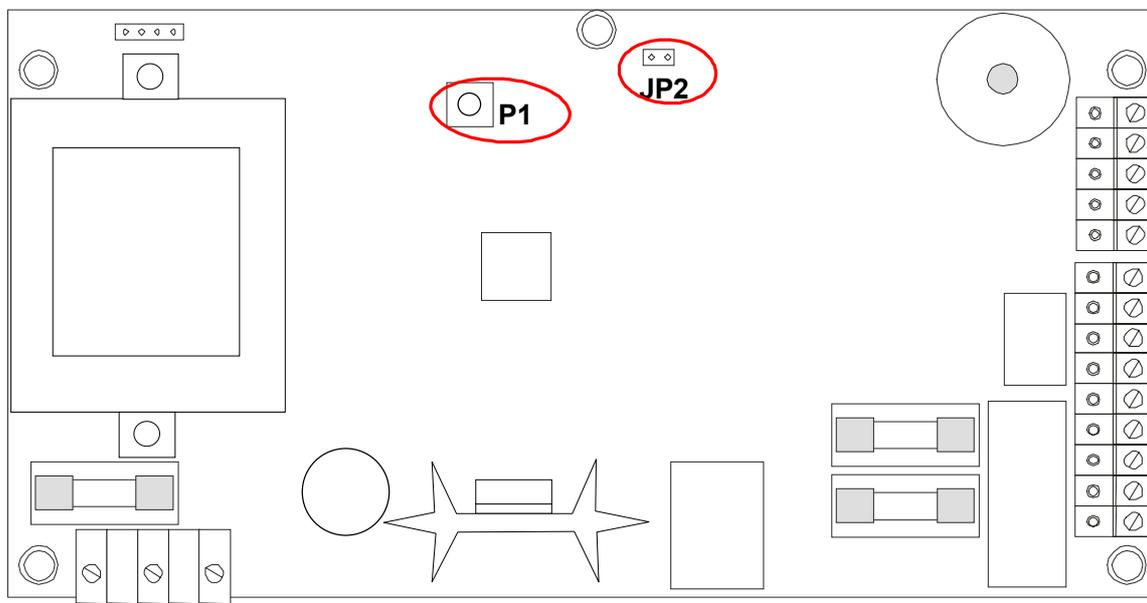

Figura 4 - Modulo ALGOFIRE-2: jumper di configurazione
- inserire il jumper di configurazione JP2 (vedi Figura 4) sulla scheda a microprocessore;